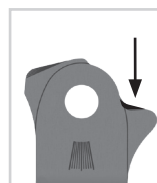

Fig. 23
- 1 Poncez légèrement l'étrier de pied modulaire dans la partie du crochet (Fig. 23).